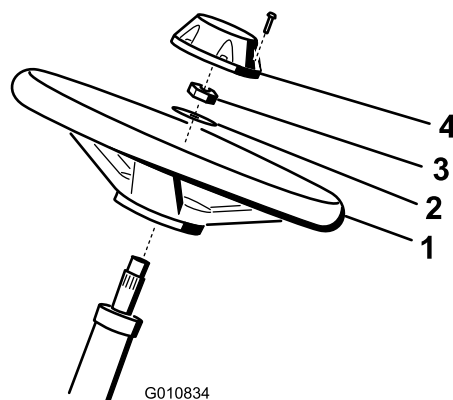

Figura 6
1. Aplique compuesto antigripante a la columna de dirección (Figura 6).
2. Instale el volante en la columna de dirección con la arandela y la contratuerca (Figura 6).
4. Instale el embellecedor en el volante (Figura 6).